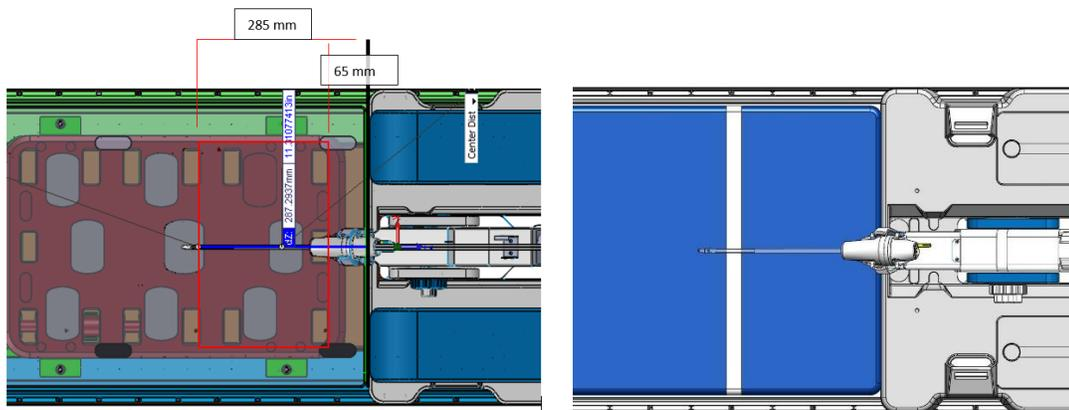

Abbildung 41: Zentrieren und Ausrichten der Spulen an der Prostata
3. Positionieren Sie den Patienten so, dass die Prostata auf der hinteren Bildgebungs- bzw. Wirbelsäulenspule zentriert und in derselben vertikalen Achse ausgerichtet ist. *Abbildung 41* zeigt die Messungen vom Rand des Spulenhalters, um die Spulen an der Prostata auszurichten und zu zentrieren.